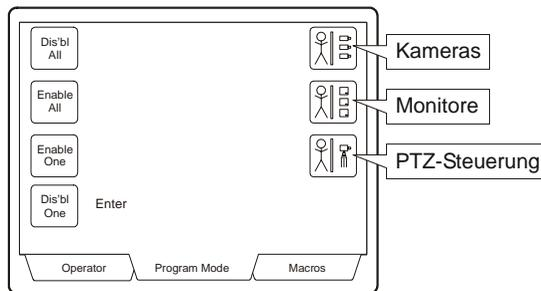

Abbildung 4.6: Partitionierungsmenü
3. Drücken Sie die Soft-Taste PARTITION. Anschließend wird das Partitionierungsmenü angezeigt (Abbildung 4.6).